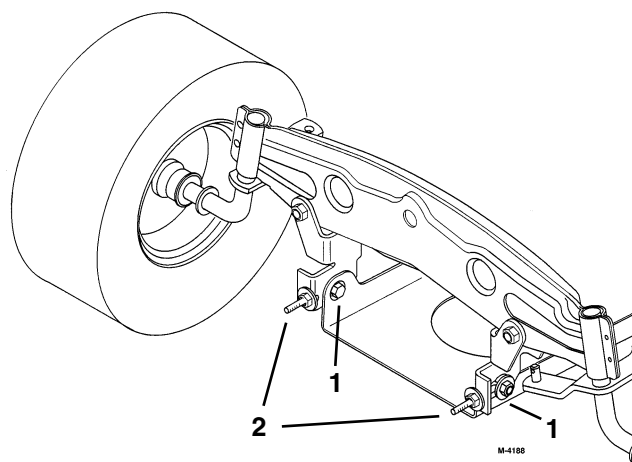

Fig. 52
7. Løsne litt på boltene til fremre vippeplate (fig. 52) for å justere knivhellingen.
8. Drei låsemutrene på øyeboltene for å forandre justeringen (fig. 52). Trekk øyeboltens låsemutre til for å løfte klipperens forkant; løsne øyeboltens låsemutre for å senke den.
9. Etter at begge øyeboltmutrene er jevnt justerte må du undersøke hellingen igjen. Fortsett med å justere øyeboltene til fremre knivspiss er 0–9,2 mm lavere enn bakre knivspiss (fig. 52).
10. Når hellingen er riktig trekker du platens festebolter til igjen (fig. 52).